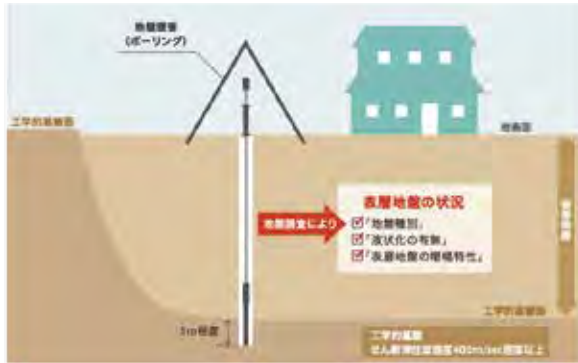
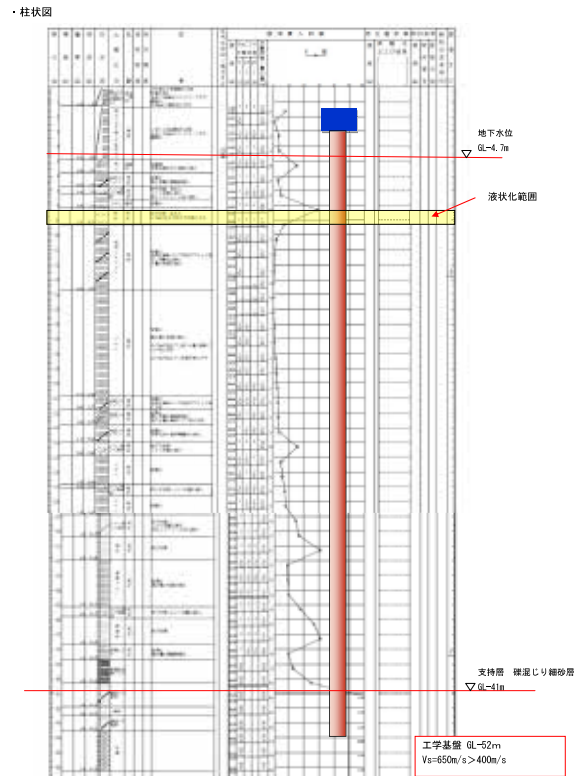
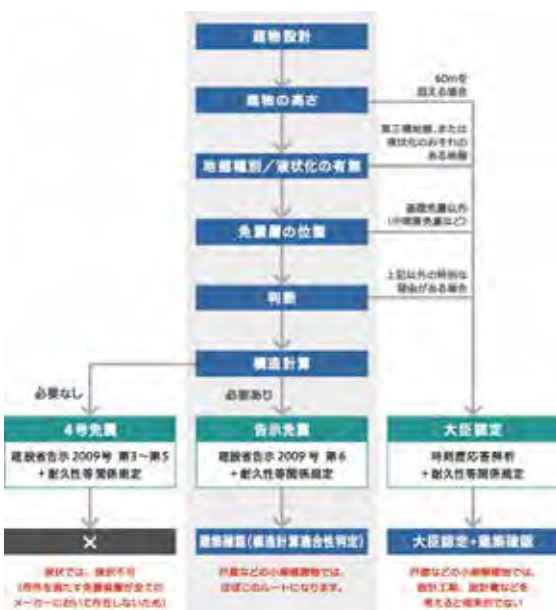

図8 ボーリング調査等の概要
図9 柱状図
図 10 申請手続きの流れ
今回の調査方法は、ケーシングが必要な地下水位よりも浅い部分は、ダウンホール方式、これ以深では孔内水が必要なサスペンション（孔内起振受振）方式で実施しました。（図8ボーリング調査等の概要、図9柱状図参照）
本施設においては、地盤調査の結果、①地盤の固有周期が 0.8 以上の第 3 種地盤（軟弱層厚 40m）であること、②液状化の層（図 9 柱状図参照）があることが判りました。これにより時刻歴応答解析の実施及び耐久性などの関係規定から安全であることの確認（大臣認定と建築確認）が必要になります。（図 10 申請手続きの流れ参照）